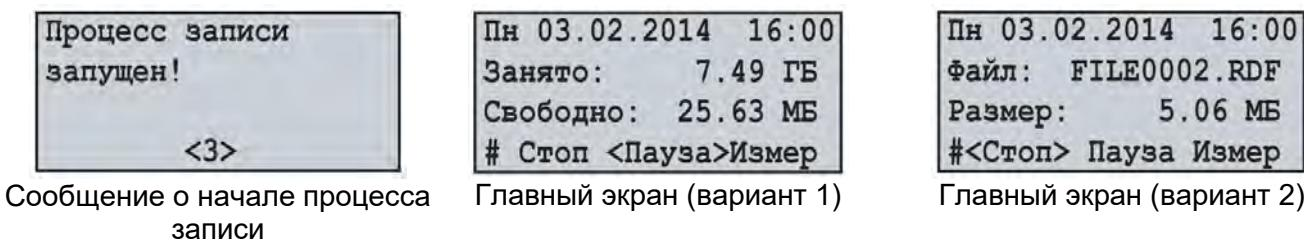

Рисунок 6.4 – Вид главного экрана после запуска процесса записи данных
- нажатием кнопки **□ (ВВОД)** подтвердить выбор. При этом на дисплее регистратора отобразится сообщение, подтверждающее начало процесса записи (рис. 6.4) и загорится светодиодный индикатор **ЗАПИСЬ** (поз. 6 рис.1.2). Через 3 секунды на дисплее регистратора отобразится главный экран, показанный на рисунке 6.4.
На главном экране поочередно отобразится информация о занятом и свободном пространстве на карте памяти (рисунок 6.4 – Главный экран (вариант 1)), а также имя и размер последнего записываемого файла (рисунок 6.4 – Главный экран (вариант 2)).
Для выхода из экрана измеряемых значений нажать кнопку **□** (ВВОД), при этом дисплей примет первоначальный вид (рис. 6.4).